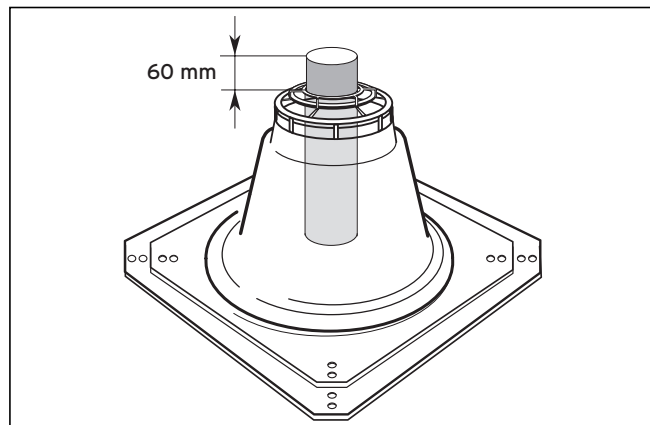

Abb. 6.73 Länge des oberen Abgasrohrs
- Kontrolle: Über dem Fuß des Schachtaufsatzes (2) müssen 60 mm überstehen (siehe Abb. 6.73).
- Klemmen Sie die Haube des Schachtaufsatzes (1) über das obere Ende der starren Abgasleitung und drücken Sie sie fest auf. (Die Haube rastet nicht im Fuß ein.)